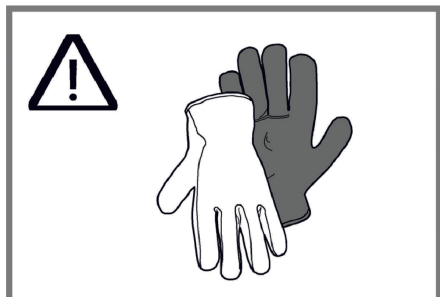

Fig. 8
- Der kan være skarpe kanter, der anbefales derfor brug af beskytteshandsker ved montering. (Fig. 8).